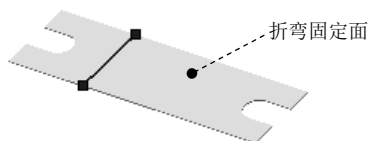

图 10.3.5 折弯固定面
- ☒ 使用默认半径(R) 复选框: 该复选框默认为选中状态, 取消该选项后才可以对折弯半径进行编辑。
Step5. 定义折弯固定面。在如图 10.3.5 所示的位置处单击, 确定折弯固定面。